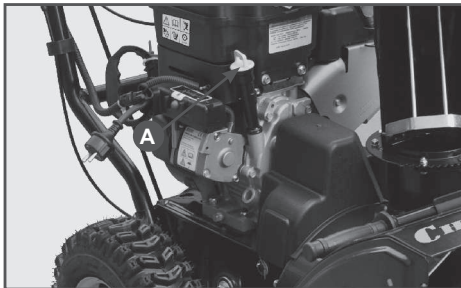

Рис.6 Заправка маслом нового двигателя
2. Снимите крышку/щуп маслозаливного отверстия (A) Рис.6.